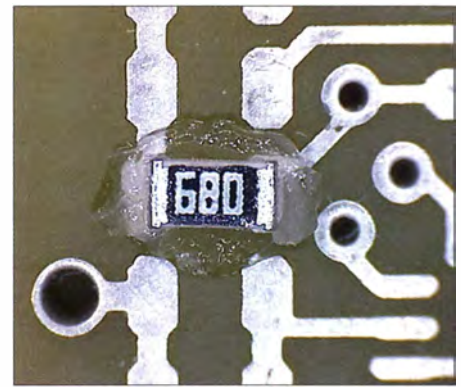

Bild 25: Platzieren des Bauteils im Flussmittel-Gel
- Anschließend setzt man das Bauteil in der richtigen Orientierung auf und drückt es in das Flussmittel-Gel (Bild 25).